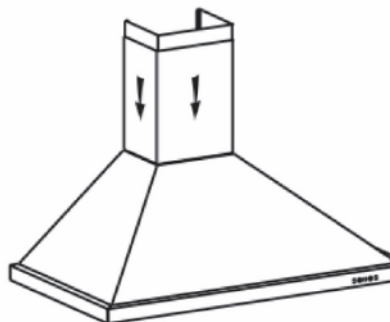

fig. 5
- Placera dit de 2 utsläppen på kåpan (fig. 5).